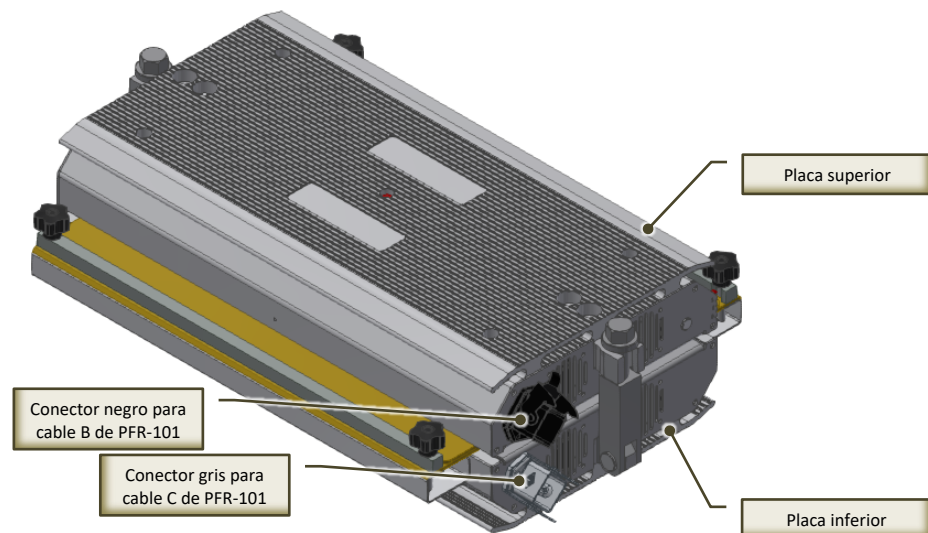

Fig. 6.8-1 – Conectores de la prensa
- El cable “B” de la Unidad de control PFR-101 debe estar conectado al conector negro de la **placa superior** de la prensa (Fig. 6.8-1).
- El cable “C” de la Unidad de control PFR-101 debe estar conectado al conector negro de la **placa inferior** de la prensa (Fig. 6.8-1).
¡ATENCIÓN! Antes de alimentar la máquina, asegúrese de que los cables de conexión Prensa-Unidad de control estén correctamente conectados y se correspondan con la asignación placa superior e inferior (Fig. 6.8-1).